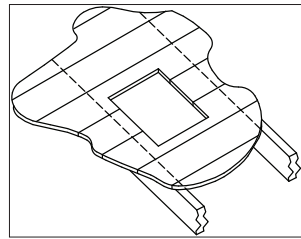

Figura 19
5. Quite las tejas u otro revestimiento del techo según sea necesario para cortar el agujero rectangular para la caja apoyo. Cortar el agujero 1/8" (3.2 mm) mayor que las dimensiones de la caja de soporte. (**Figura 19**): El agujero rectangular debe estar centrado en el pequeño agujero que se taladró a través del cielo raso para marcar la ubicación. Una vez más, compruebe que no está cortando a través de las vigas o elementos estructurales.